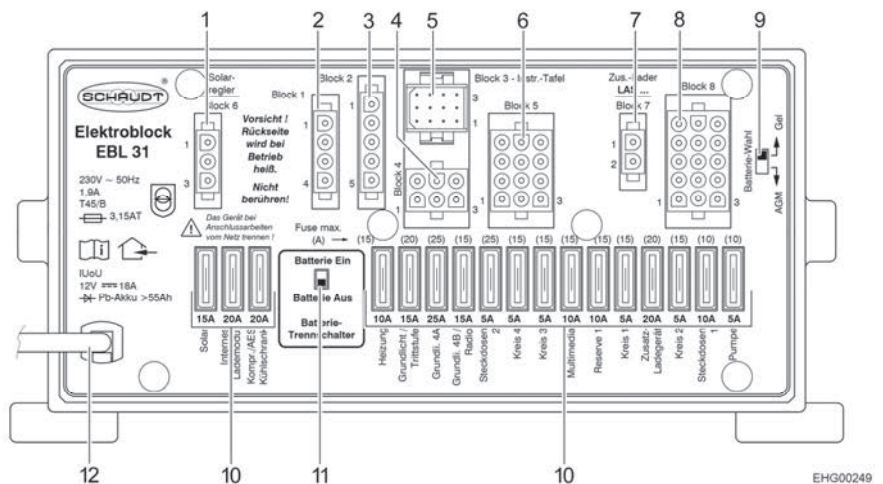

Bild 114 Elektroblock (EBL 31)
- ▷ Um **alle** elektrischen 12-V-Verbraucher von der Spannungsversorgung zu trennen und eine Entladung der Wohnraumbatterie zu vermeiden, Batterie-Trennschalter (Bild 114,11) am Elektroblock auf "Batterie Aus" stellen.
- ▷ Verbraucher wie der Elektroblock selbst, das Panel, die Heizung, der Solarladeregler (wenn vorhanden) und andere Geräte verbrauchen einen geringen Standby-Strom und entladen so mit der Zeit die Wohnraumbatterie. Deshalb den Batterie-Trennschalter (Bild 114,11) am Elektroblock auf "Batterie Aus" stellen, wenn das Fahrzeug längere Zeit nicht benutzt wird.
Der Solarladeregler bleibt weiterhin in Betrieb. Um den Solarladeregler zu deaktivieren, muss die zugehörige Sicherung (Bild 114,10 "Solar") gezogen werden.